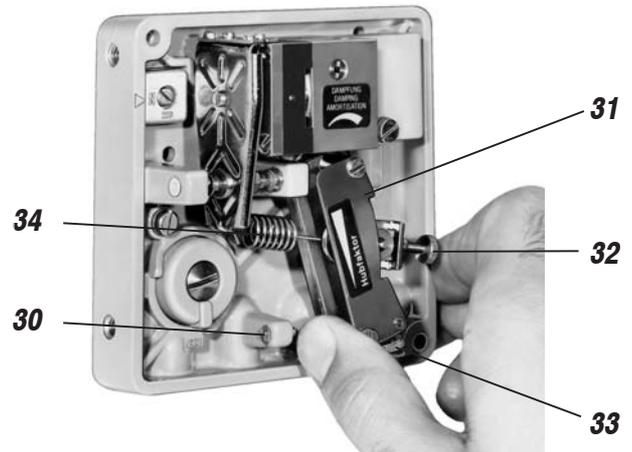

Abb. 31: Vorspannen der Messfeder
- Sechskantschraube (SW 10) des Anlenkhebels lockern und Stellvorrichtung **31** von der Anschlagschraube **30** wegdrehen. Dadurch wird die Messfeder **34** vorgespannt (siehe Abb. 31). In dieser Stellung die Sechskantschraube des Anlenkhebels wieder festziehen.